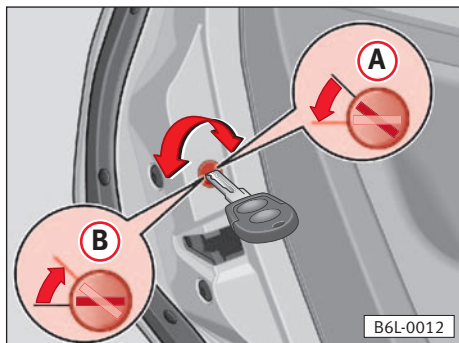

Abb. 47
Drehen Sie den Schlitz der Kindersicherung mit dem Fahrzeugschlüssel in Pfeilrichtung ⇒ Abb. 47 (A). Der Türöffnungshebel innen ist blockiert, die Tür kann nur von außen geöffnet werden. Der Sicherungsknopf muß dabei hochgezogen1) und das Fahrzeug entriegelt sein.
Drehen Sie den Schlitz der Kindersicherung mit dem Fahrzeugschlüssel in Pfeilrichtung ⇒ Abb. 47 (B). Die Tür kann nun wieder von innen geöffnet